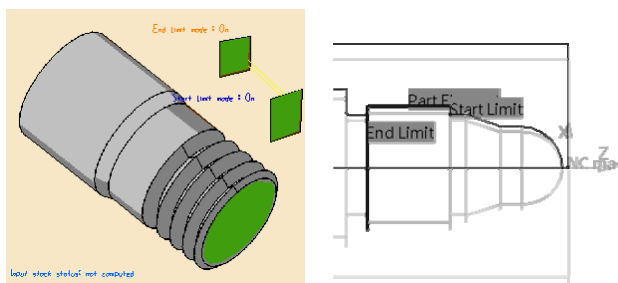

图 6-73 定义螺纹终点 (1)
● 定义螺纹终点 (1)。右键单击“End limit mode”，在系统弹出的对话框中选择“On”命令，激活螺纹终点感应区，单击终止极限元素感应区，选择如图 6-73 所示直线，在空白处双击鼠标左键返回。